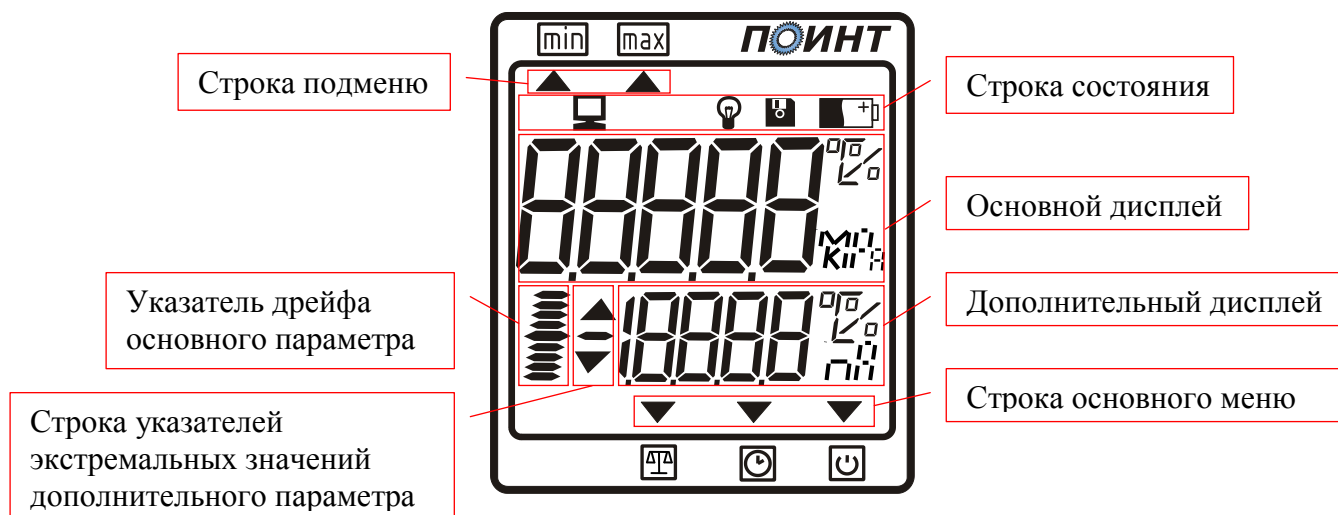

Рис. 1
3.2.На лицевой панели измерителя расположен цифровой индикатор (рис.1), служащий для отображения информации и две кнопки управления. В верхней части прибора расположен разъем для подключения датчиков. На задней части измерителя находится крышка батарейного отсека..
4.4. Описание основного дисплея. Измеритель имеет три рабочих режима: рабочий режим измерения, режим отображения текущего времени, режим выбора времени работы измерителя. Переключение между этими режимами производится нажатием левой кнопки измерителя. В зависимости от положения указателя «▼», который расположен в строке основного меню (рис.1), можно определить, в каком режиме находится измеритель. Так при положении указателя над значком  прибор будет настроен на рабочий режим измерения,  - режим отображения текущего времени,  - режим выбора времени работы измерителя. В рабочем режиме измерения на основном дисплее может выводиться значение температуры, измеренное при помощи термопреобразователя сопротивления или термопары, физической величины соответствующая унифицированному сигналу постоянного тока в диапазонах от 0 до 5 или от 4 до 20 мА, Настройка этого параметра приведена в п.8.1. «Режим программирования». В режиме отображения текущего времени при нажатии на правую кнопку на индикаторе отображается текущий месяц, число и год. Установка этих параметров приведена в п.8.3.